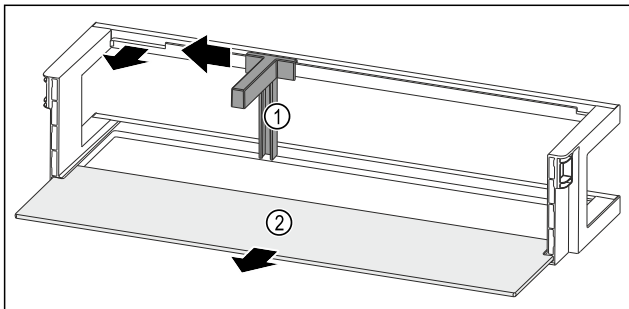

Fig. 89 Balconcino controporta con portabottiglie e ripiano
- Spingere il portabottiglie Fig. 89 (1) lateralmente fino all'incavo.
- Rimuovere il portabottiglie Fig. 89 (1).
- Rimuovere il ripiano Fig. 89 (2).